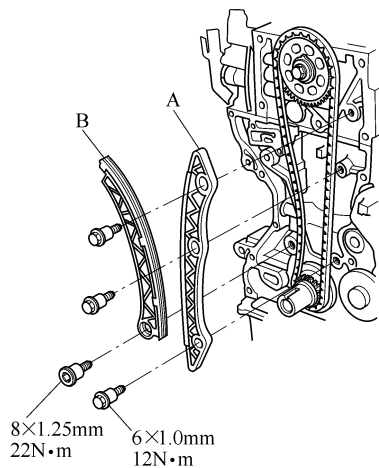

图 2-70 安装链条导板
5) 安装凸轮轴链条导板 (A) 和凸轮轴链条张紧器臂 (B), 见图 2-70。